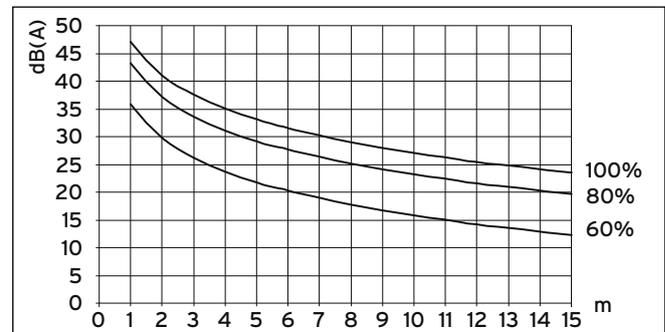

Fig. 6.1 Lydtrykknivå ved én utendørsenhet i dB(A) avhengig av avstanden og viftehastigheten for VWL 61/3 S ved ekstern installasjon
- Velg innstilling slik at de nasjonale bestemmelsene for støytutslipp utenfor bygninger overholdes (→ fig. 6.1 til 6.5 og tab. 6.1).